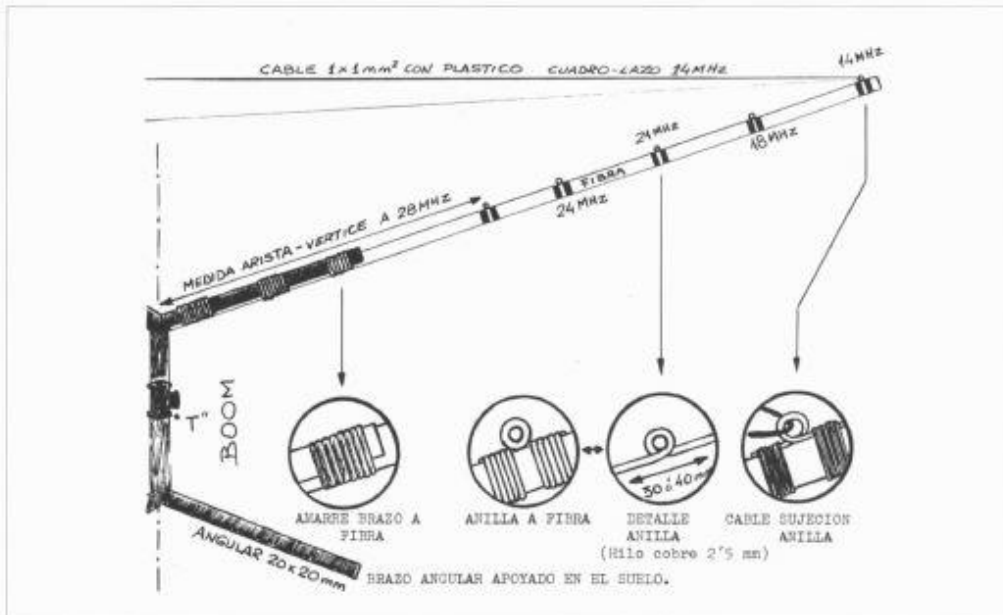

Figura 8: Colocación fibra, medidas y anillas.
**ANILLAS SUJECCION LAZOS.** Serán construidas de hilo desnudo de cobre de aproximadamente 2'5 mm cuadrados de sección, su agujero central como máximo 3 ó 4 mm de diámetro; a ambos lados, dos rabillos de 1'5 ó 2'0 cm de longitud (Figura 8) que servirá para su sujeción a la fibra.
tubos a lo largo de los ángulos que forman las pirámides, utilizando al menos tres amarras (cuerda, nylon, abrazaderas, etc.), fijándonos en que las barras queden perfectamente rectas y bien sujetas a los angulares de hierro (Figura 8, foto 1).
Tomaremos ahora una buena cinta métrica y con la ayuda de alguien iremos marcando minuciosamente los puntos donde se fijarán posteriormente las anillas (ARISTA-VERTICE), amarrando las mismas a la fibra, todas en la misma línea y cementando y pintando dichas ataduras para evitar su posible movimiento o rotura (Figura 8).